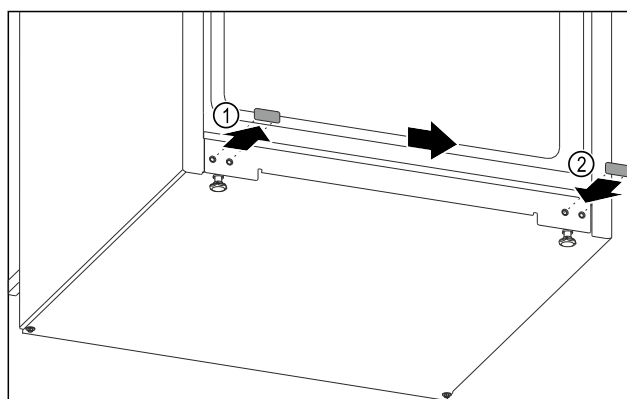

Fig. 10
- Vytáhněte krycí zátku. Fig. 10 (1)
- Zasuňte krycí zátku na opačné straně. Fig. 10 (2)